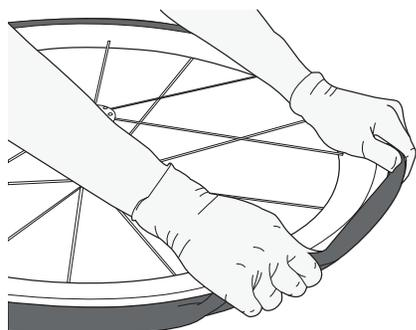

Figure 27.
8. Prenez la roue et faites glisser le pneu sur les quelques centimètres restants en poussant avec vos pouces (Figure 27).